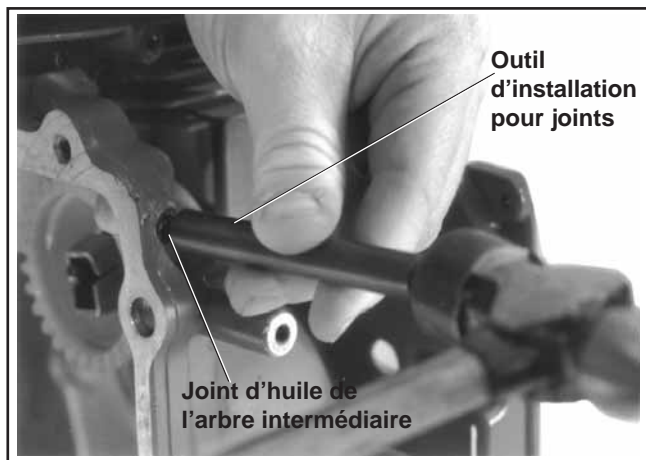

Figure 11-2. Joint d'huile de l'arbre intermédiaire.
3. A l'aide de l'installateur de joint d'huile, installer un nouveau joint d'huile d'arbre intermédiaire du réducteur dans le carter. Voir la figure 11-2.